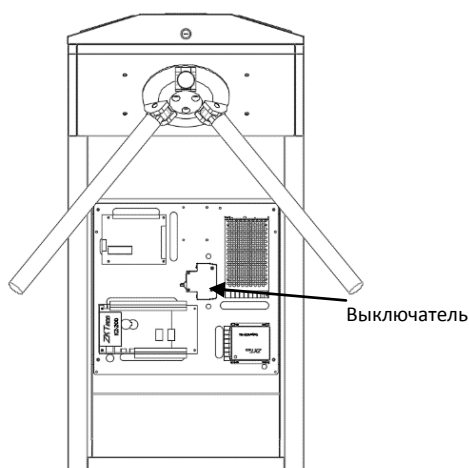

Рисунок 4
1. Убедитесь, что требования по питанию четко соблюдены. Напряжение питания турникета составляет  $200 \div 240$  В (АС) (Рисунок 4).